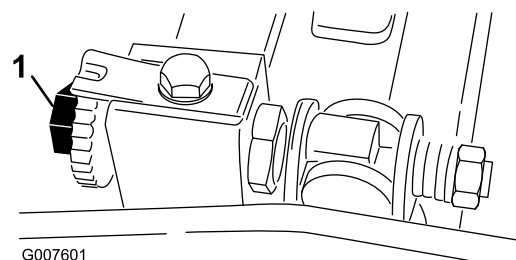
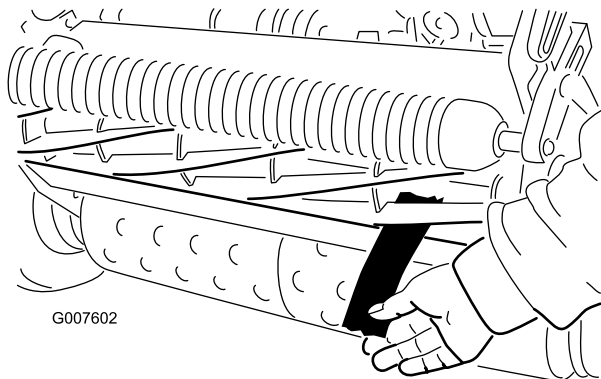

Figura 39
Figura 40
2. Asegúrese de eliminar el contacto con el molinete girando los tornillos de ajuste de la barra de asiento en el sentido contrario a las agujas del reloj (Figura 39).
- En cada extremo del molinete, desde delante, inserte una tira larga de papel de periódico entre el molinete y la contracuchilla (Figura 40). Gire el molinete lentamente hacia adelante, y al mismo tiempo gire en el sentido de las agujas del reloj el tornillo de ajuste de la barra de asiento (en el mismo extremo del molinete), un clic a la vez, hasta que el papel quede ligeramente aprisionado cuando se inserta desde delante, paralelo a la contracuchilla, produciendo una ligera resistencia al tirar del papel (Figura 39)
- Cuando termine el ajuste, compruebe si el molinete 'pellizca' un papel cuando se inserta desde delante, y si corta el papel cuando se inserta en ángulo recto respecto a la contracuchilla (Figura 40). Debe ser posible cortar el papel con un contacto mínimo entre la contracuchilla y las cuchillas del molinete. Si se nota una resistencia excesiva del molinete (más de 0,79 Nm), será necesario afilar o amolar la unidad de corte para conseguir los filos necesarios para un corte de precisión (consulte el manual de afilado de molinetes de Toro).